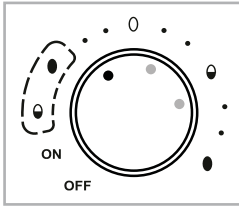

Fig. 2
– Seleccione el punto **izquierdo** del rango de ajuste que corresponda (consulte la fig. 2) en los siguientes casos: